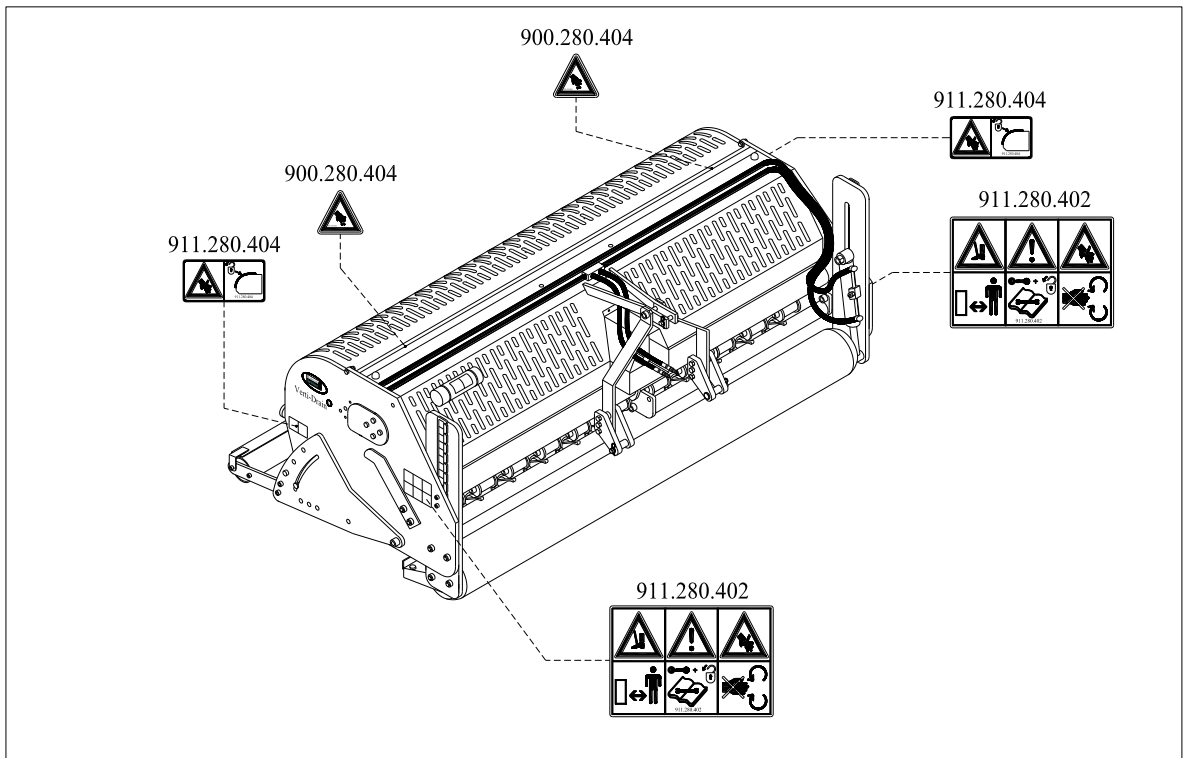

Abb. 7
- (7) Position der Sicherheitsaufkleber (Abb. 7)